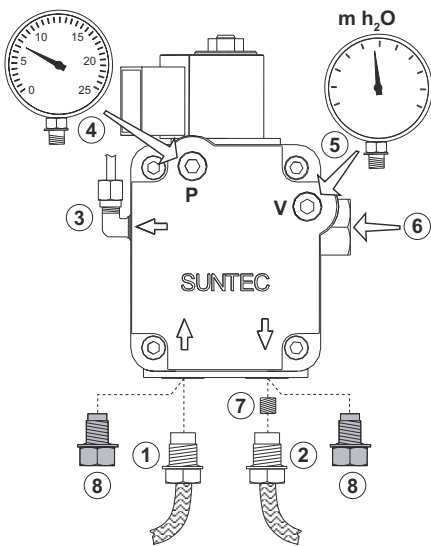

fig. 4a - Bomba Suntec
El quemador sale de fábrica con el baipás interno de la bomba cerrado (7 - figs. 4a y 4b), es decir, con el quemador listo para la conexión bitubo. Quite los tapones (8) y conecte los dos flexibles a la bomba, en la aspiración (1) y el retorno (2) como ilustran las figuras 4a y 4b. Tenga cuidado de no retorcer los flexibles y ubíquelos de modo que nadie pueda pisarlos ni toquen las partes calientes de la caldera.
**Con bomba SUNTEC** (fig. 4a) - Quite el tornillo de baipás (7) y obture el racor de retorno (2) de la bomba con un tapón adecuado. Conecte solo el flexible de aspiración al racor de entrada (1).